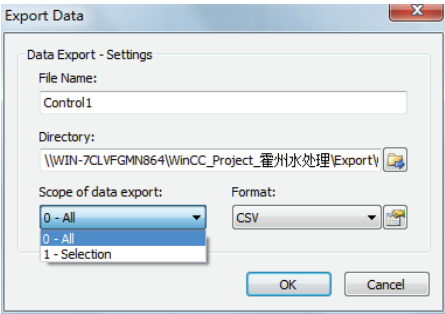

图 12-4 “导出数据”对话框
4) 单击趋势的工具栏中的  图标，打开“导出数据（Export Data）”对话框，如图 12-4